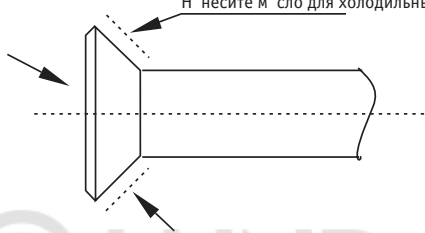

Рис. 6.2
- Перед затяжкой конусной гайки конус трубы не несите (внутри и снаружи) масла для холодильных установок, затем от руки верните гайку на три-четыре оборота, прежде чем затягивать ключом. См. рис. 6.2